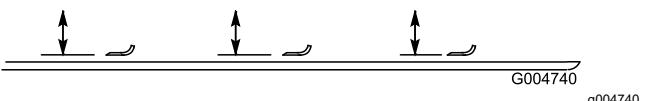

Bild 97
2. Drehen Sie die Messer, bis die Enden nach vorne und hinten zeigen und messen Sie von der Innenseite des Mähwerks bis zur Schnittkante an der Vorderseite des Messers (Bild 97).